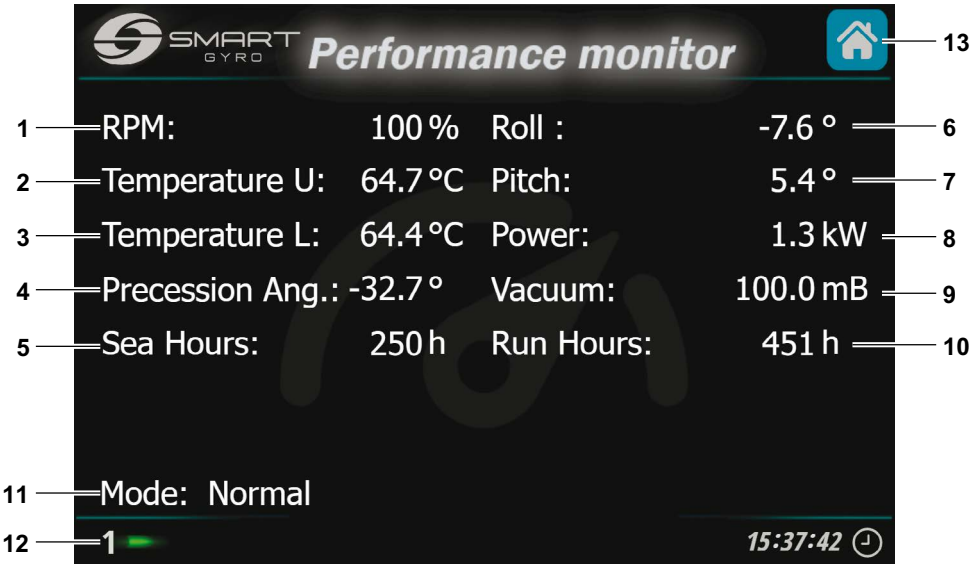

Abbildung33
Durch Drücken des Symbols für die Leistungsüberwachungsseite (Abbildung 17, (4)) gelangen Sie auf die Leistungsüberwachungsseite (Abbildung 33).